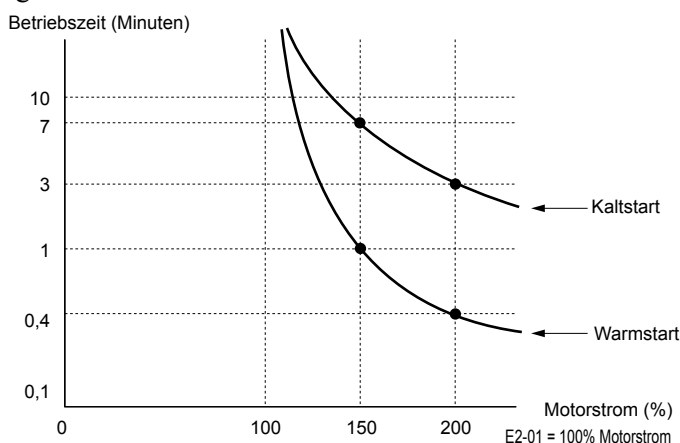

Abb. 5.34 Motorschutz-Betriebszeit
- **Abb. 5.34** zeigt ein Beispiel der für die Eigenschaften der Betriebszeit für den elektronischen thermischen Schutz bei 60 Hz mit einer Einstellung von L1-02 auf eine Minute arbeitet.